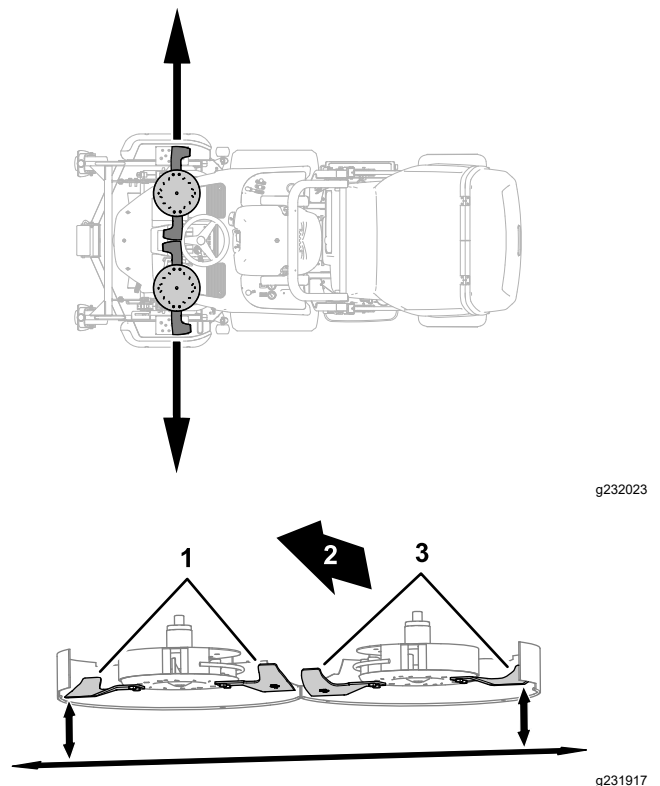

Figura 122
3. Aliniați o lamă aripi în poziția cea mai exterioară (Figura 122).
4. Măsurai distanța dintre sol și punctul cel mai exterior al marginii de tăiere a lamei cu un calibru de măsurat (Figura 122).
5. Aliniați lama aripii de pe cealaltă parte a punii mainii de tuns iarba în poziția cea mai exterioară (Figura 122).
6. Măsurai distanța dintre sol și punctul cel mai exterior al marginii de tăiere a lamei cu un calibru de măsurat (Figura 122).
8. Măsurai punctul cel mai exterior al marginilor de tăiere ale lamei (Figura 122).